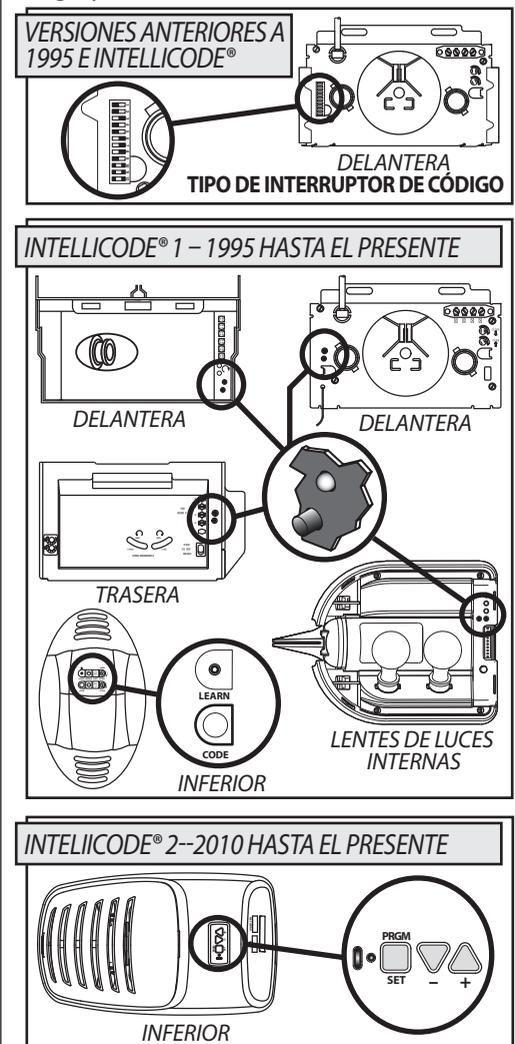

FIG. 2
El Control remoto universal viene de fábrica en modo operativo Intellicode® 1. El Modo Intellicode® 1 se indica con una LUZ LED ROJA en el control remoto siempre que se presiona un botón (FIG. 2).
3. Presione y suelte el botón del control remoto (FIG. 2)—la luz LED de "Conocer código" seguirá encendida (dejará de titilar).
El botón o los botones de su control remoto que desea utilizar para accionar abridores Intellicode® 2, deben ajustarse al modo operativo Intellicode® 2. El Modo Intellicode® 2 se indica con una LUZ LED VERDE en el control remoto siempre que se presiona un botón (FIG. 2).